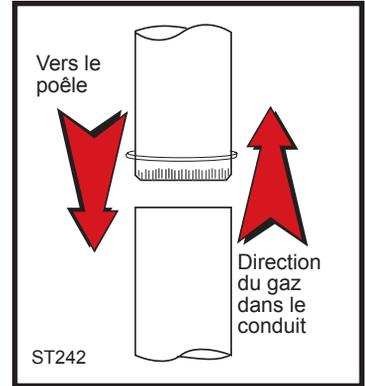

Fig. 4 Carneau.
- Commencez l'assemblage de la buse au poêle. Insérez la première extrémité gaufrée dans la buse du poêle et dirigez chacune des extrémités gaufrées vers le poêle. (Fig 4) À l'aide des trous dans la buse utilisés comme guides, percez des trous de 3mm (1/8 po) au bas de la première